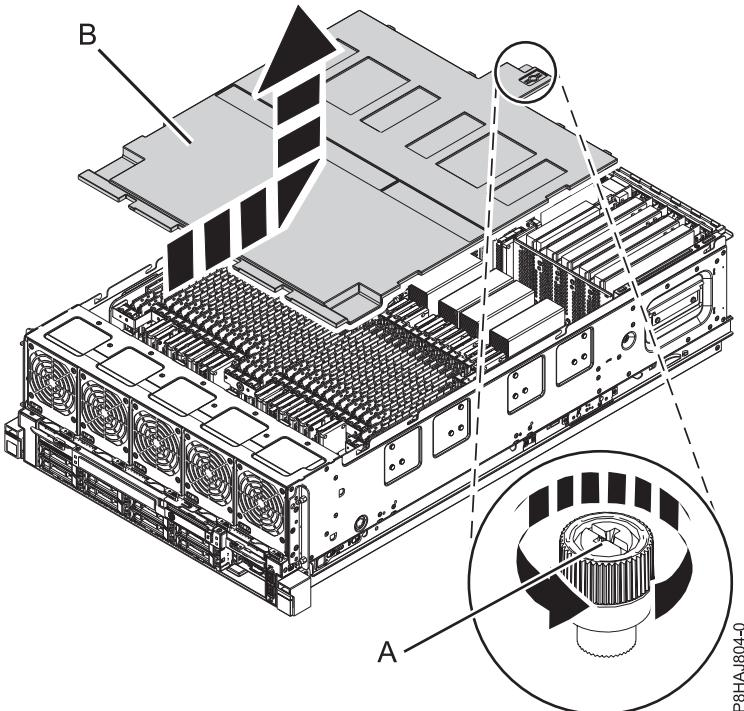

図 10. 安全カバーの取り外し
2. カバーの背面にあるつまみねじ (A) を、34 ページの図 10 に示されている方向に回転させて緩めます。
3. 安全カバー (B) をシステムの後方にスライドさせます。カバーの最前部が上部のフレーム棚を通り過ぎたら、カバーを持ち上げてシステムから外します。